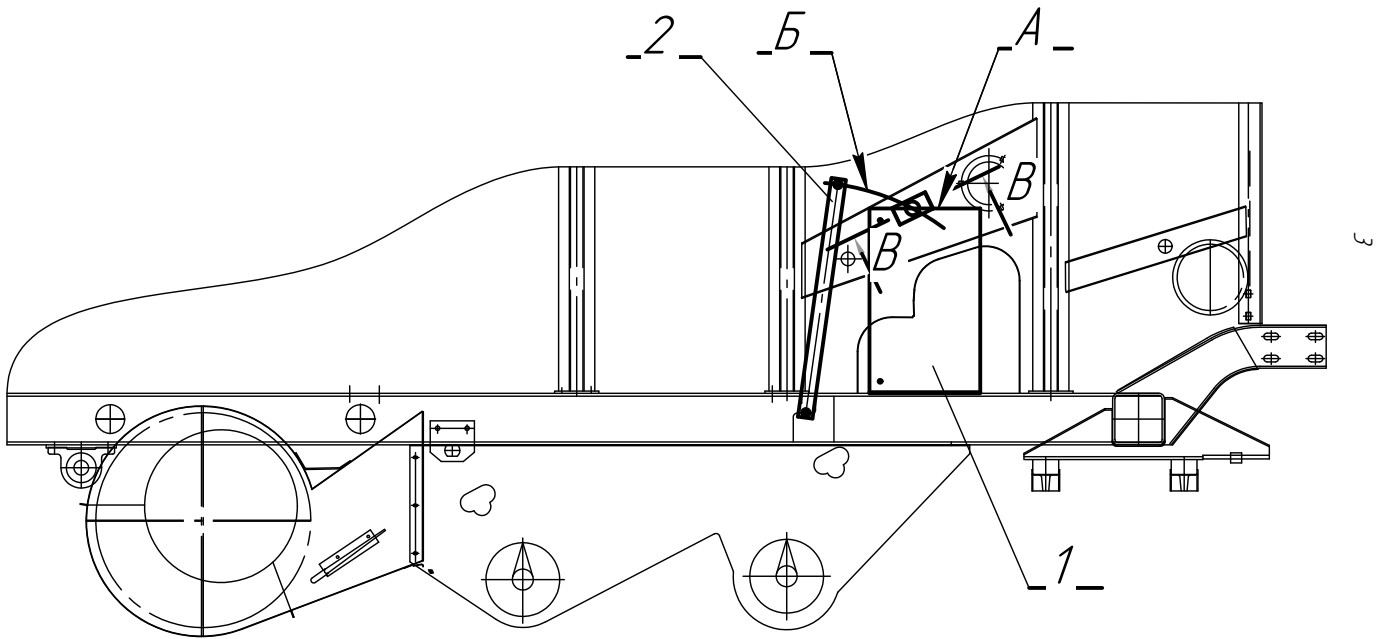

Рис. 4
- с помощью приспособления (см.рис.4, поз.1 и поз.2) конструкции ООО «Новатор-Плюс» разметить и на пересечении линий А и Б (рис.4) корончатым сверлом $\Phi 35\text{мм}$ выполнить 2отв. в панелях молотилки. Обработка производится с внутренней стороны панелей;